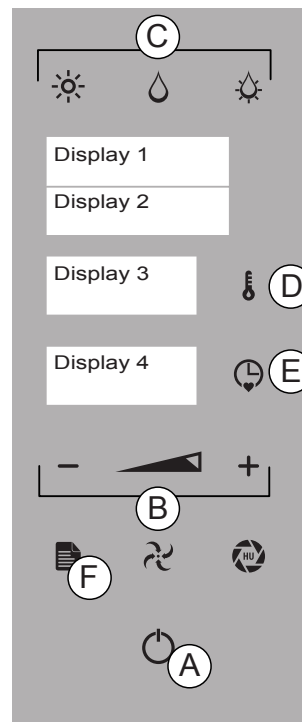

Fig.1
8. Aby wyjść z funkcji wcisnąć przycisk „MENU” (Rys. 1/F).
Po osiągnięciu niższej ustawionej temperatury miga napis „END” (Rys. 1 Wyświetlacz 4).
Po osiągnięciu wyższej temperatury miga napis „END” (Rys. 1 Wyświetlacz 4) i pojawi się napis „UTRZYMYWANIE”.
Piekarnik utrzymuje niższą ustawioną temperaturę (Rys. 1 Wyświetlacz 2).
Aby wyjść z funkcji i powrócić do menu głównego wcisnąć przycisk „MENU” (Rys. 1/F).
Wcisnąć przycisk „ENTER”, aby uaktywnić menu główne (Rys. 1/A). Wcisnąć przycisk „MENU” (Rys. 1/H). Za pomocą przycisków „MINUS” i „PLUS” (Rys. 1/B) wybrać funkcję „PRZEPISY” i wcisnąć przycisk „ENTER”, aby potwierdzić.